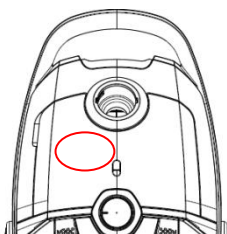

Fig 10
1. Troque o saco de pó sempre que o indicador de pó ficar vermelho ou notar perda de sucção do aparelho, dado que tal significa que é hora de esvaziar o saco de pó ou substituí-lo por um novo. (Fig 10)